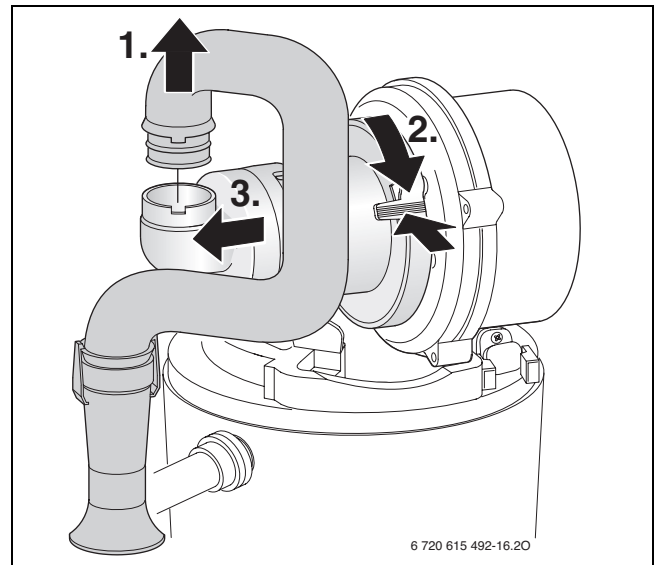

Fig. 47
- ▶ demontați dispozitivul de amestec [1] conform fig. 47.